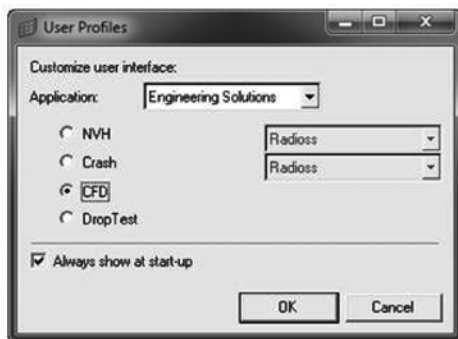

图 5-144 CFD 用户配置
- (1) 选择 Preferences > User Profiles 命令。
- (2) 在 Application 栏中选择 Engineering Solutions。
- (3) 选择 CFD 选项，如图 5-144 所示。
- (4) 单击 OK 按钮。
- (5) 检查将被用来生成体单元的面网格。